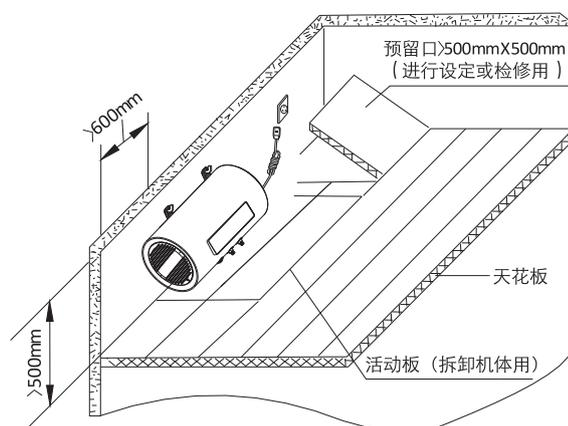

图 3
- 如用户将热水器安装于天花板上方时，要留有空间，方便日后维修，天花板上留有透明窗口，便于观察显示。天花板距离墙顶大于 500mm，热水器距离墙顶最好大于 100mm，安装简图如图 3 所示。